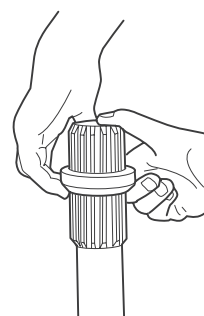

Figura 8.16
3. Retire el sello del eje deslizante. Figura 8.16.